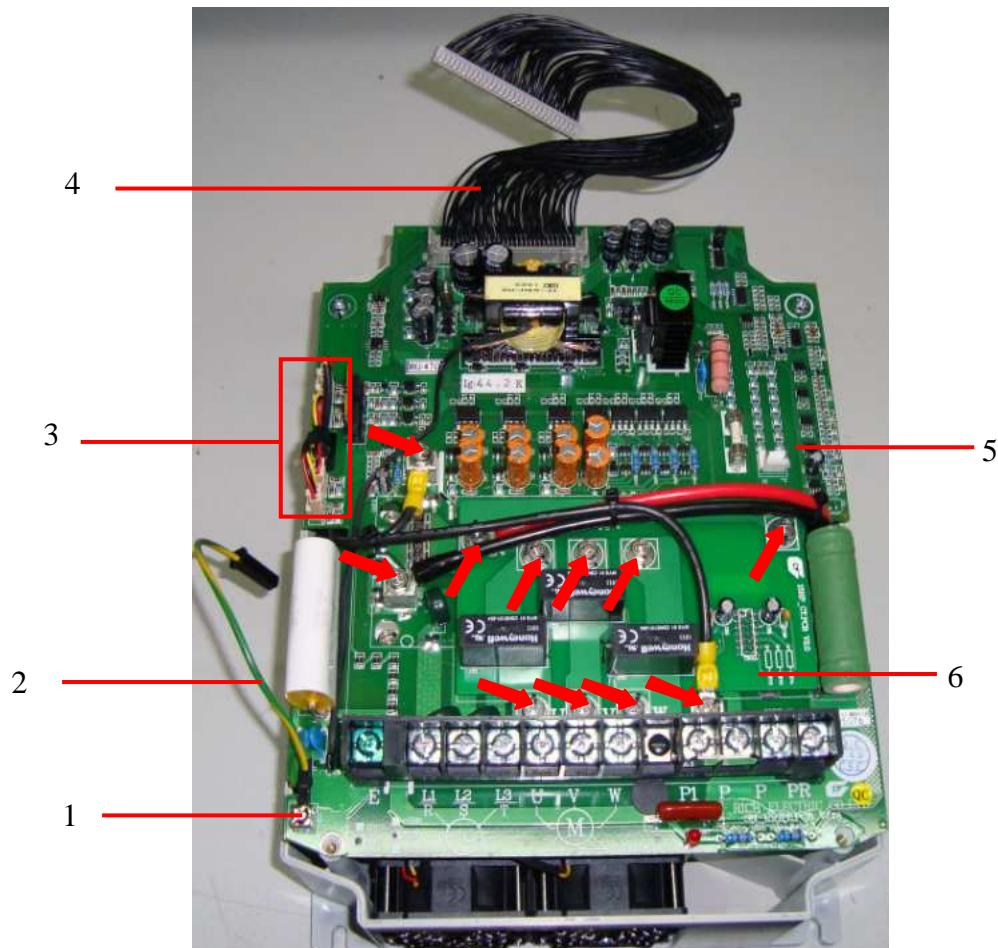

Рис. 6.8
6.6.1. Выкрутить винт крепления проводов заземления 1 и 2 (рис. 6.8). Положить винт и провод заземления 1 в тару.
6.6.2. Отсоединить от платы драйверов разъемы кабелей вентиляторов и шлейфа ЦП (рис. 6.8).
6.6.3. Выкрутить одиннадцать винтов (рис. 6.8, красные стрелки), демонтировать плату токовых датчиков. Положить плату и винты в тару.
6.10.2. Отсоединить разъемы кабелей вентиляторов от платы драйверов (рис. 6.8).
7.4.9. Установить плату датчиков тока (рис. 6.8).
Вкрутить одиннадцать винтов крепления платы датчиков тока, проводов реактора и звена постоянного тока (рис. 6.8, красные стрелки).